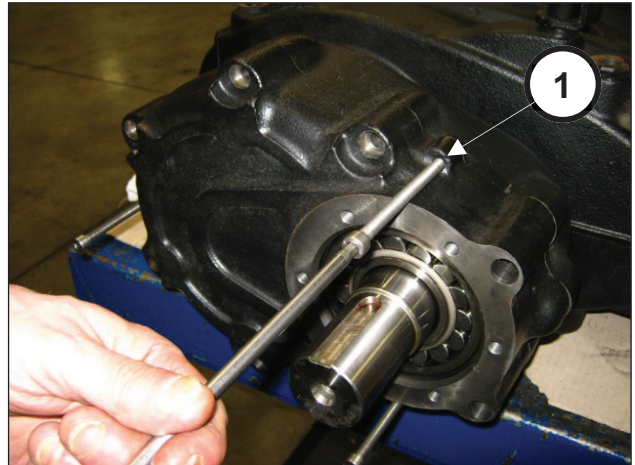
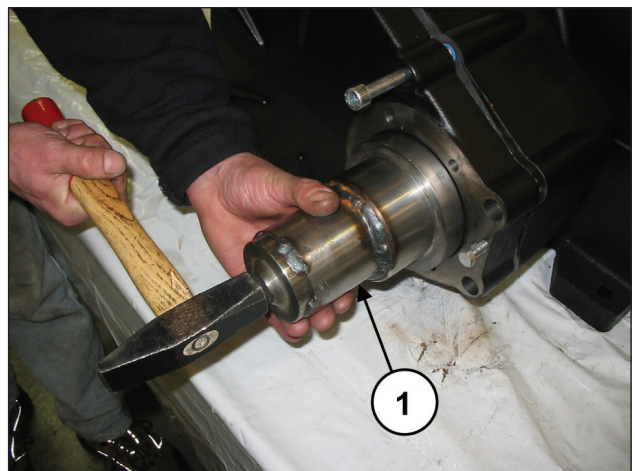

Abb. 8
Abb. 9
Drehen Sie die 3 Gewindestifte (Pos. ①, Abb. 8) als Abzieher ein und schlagen Sie gleichzeitig auf das entsprechende Werkzeug (Art. 27887000), damit sich das Lager beim Abnehmen des Deckels nicht vom Ritzel löst (Pos. ①, Abb. 9).